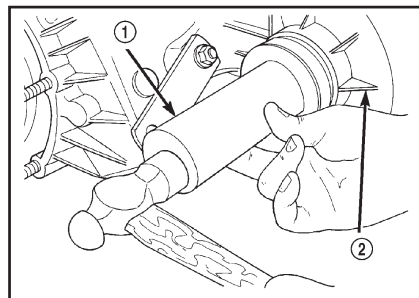

Рис. 10 Установка переднего сальника выходного вала
- Нажав тросом сальник в отверстие легкими постукиваниями молотка (рис. 10). Когда сальник войдет в отверстие